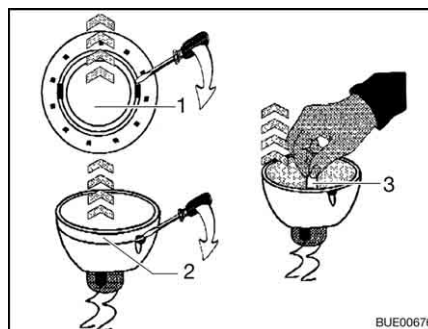

Fig. 267 Sostituire la lampada alogena ad incandescenza
- Togliere dall'involucro l'anello di copertura interno (Fig. 267,1) servendosi di un cacciavite.
- Servendosi di un cacciavite, rimuovere l'anello di copertura con la lastra di vetro (Fig. 267,2) dalla parte inferiore della lampada alogena a incasso.
- Rimuovere la lampada alogena ad incandescenza (Fig. 267,3).